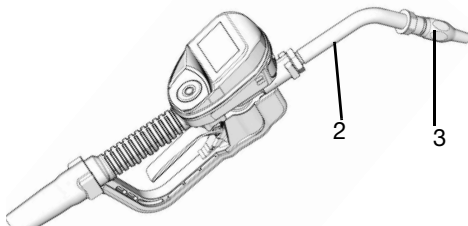

FIG. 11
1. Inserire l'ugello (3) sulla prolunga (2) (FIG. 11).